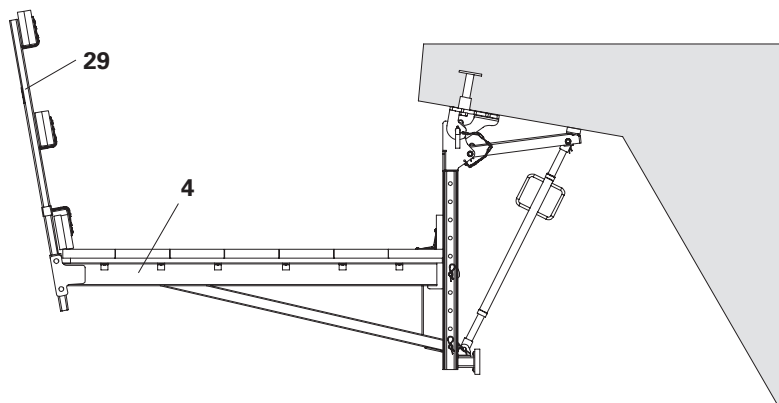

Fig. B2.02
1. Infilare il montante parapetto-2 HSGP (29) in tutte le travi a sbalzo piattaforma VGK 170 (4). (Fig. B2.02)